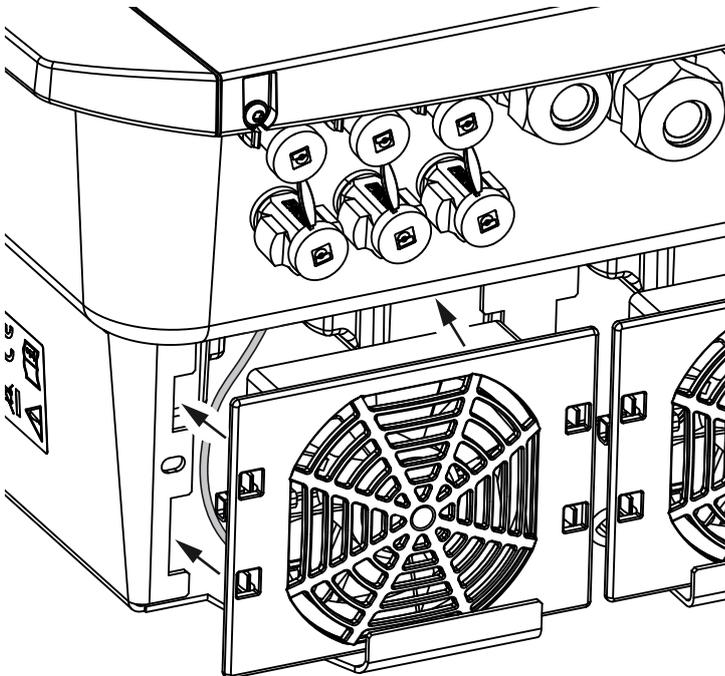

Fig. 75: Montaje del ventilador
- que el ventilador se haya montado correctamente en el bastidor del ventilador (sentido de la corriente de aire) **↗ Fig. 75**